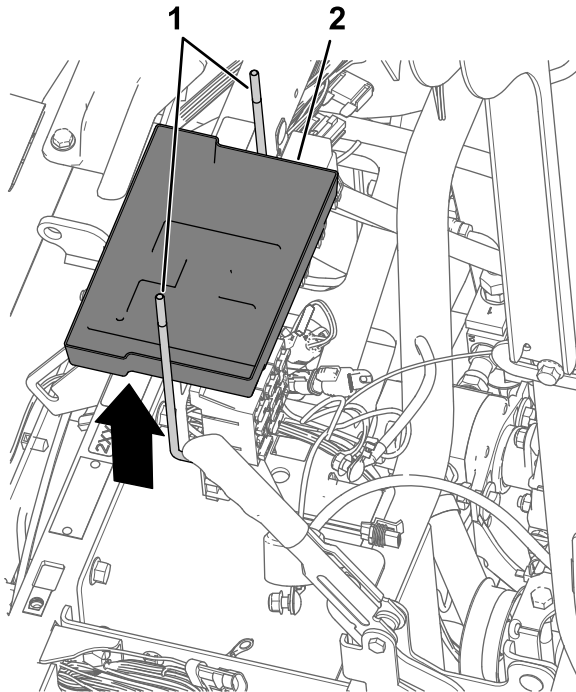

图 170
5. 从电池支架卸下 2 个 J 形螺栓和电池托盘 图 170。